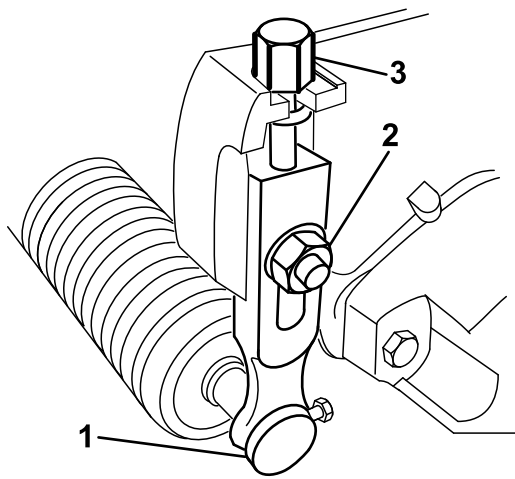

Bild 10
1. Lösen Sie die Sicherungsmuttern, mit denen die Schnitthöhenarme an den Seitenplatten der Schneideinheit befestigt sind (Bild 10).